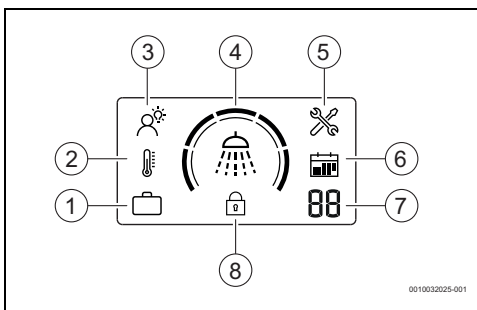

fig. 5 Montimi i pultit me ekran
- ▶ Shtypni tastin  derisa modaliteti SMART të shfaqet në ekran (→ Fig. 5 [3]).
- ▶ Shtypni tastin  derisa në ekran të shfaqet modaliteti Manual (→ Fig. 5 [2]).
- ▶ Shtypni tastin  derisa në ekran të shfaqet modaliteti Vacation (→ Fig. 5 [1]).
- ▶ Shtypni tastin  për të caktuar numrin e dëshiruar të ditëve të pushimit (→ Fig. 5 [7]).
Ky funksion e kyç panelin e kontrollit (→ Fig. 5 [8]).